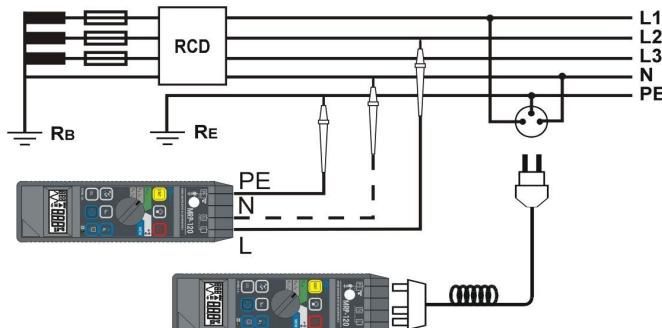

Рис. 6. Измерение оборудования, оснащенного УЗО, при помощи заостренного зонда или зонда в виде штепсельной вилки (нейтральный провод можно не подключать)
- выполнить подключение к электрооборудованию **L** и **PE**, **N** (нейтральный провод можно не подключать) в соответствии с Рис.6
- выполнить подключение **L**, **N** (нейтральный провод можно не подключать) и **PE** от электрооборудования в соответствии с Рис.6